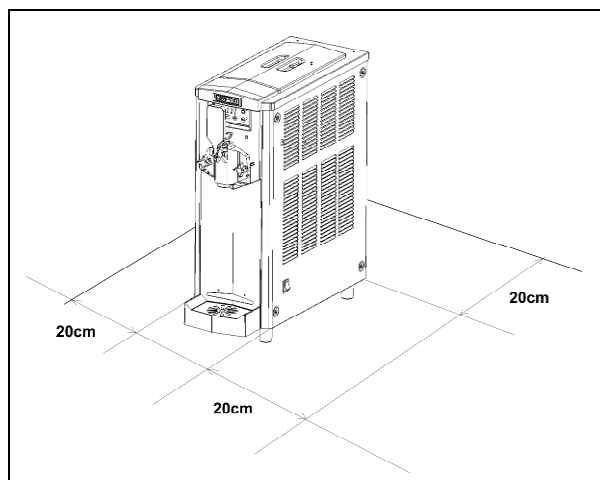

Fig. 27
b) Placer l'appareil sur une surface plane en faisant en sorte que la carrosserie de l'appareil soit bien ventilée, laisser un espace libre d'un minimum de 20cm sur tous les côtés de façon à permettre une bonne aération (fig.27). Installer l'appareil dans un lieu sec et éviter de l'installer en proximité de sources de chaleur.